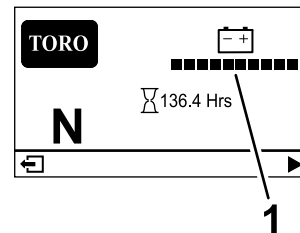

図 25
- **主画面 図 25:** キーが ON 位置にある時に、マシンの現在の情報を表示します。